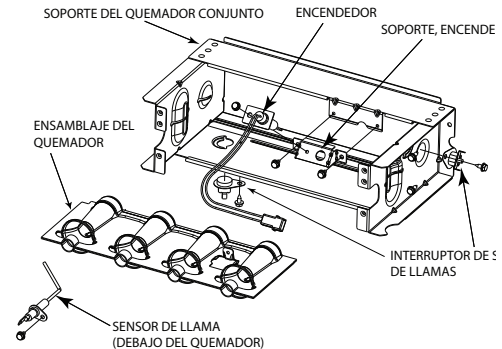

Fig. 69 – Conjunto del quemador
Consulte la Fig. 69.
8. Verifique la alineación de la ignición. Vea Fig. 70, Fig. 71 y Fig. 69.
El encendedor **NO** necesita una inspección anual. Revise la resistencia antes de sacar la ignición. Consulte Fig. 70, Fig. 71 y Fig. 69.
- a. Con la ayuda de un destornillador de 1/4 in, quite los dos tornillos que sujetan el soporte de montaje del encendedor al conjunto del quemador. Consulte la Fig. 69.
7. Vuelva a conectar el mazo de la ignición a la ignición y enderece los cables de ignición para asegurar que no se ejerza tensión sobre la ignición. Consulte la Fig. 69.